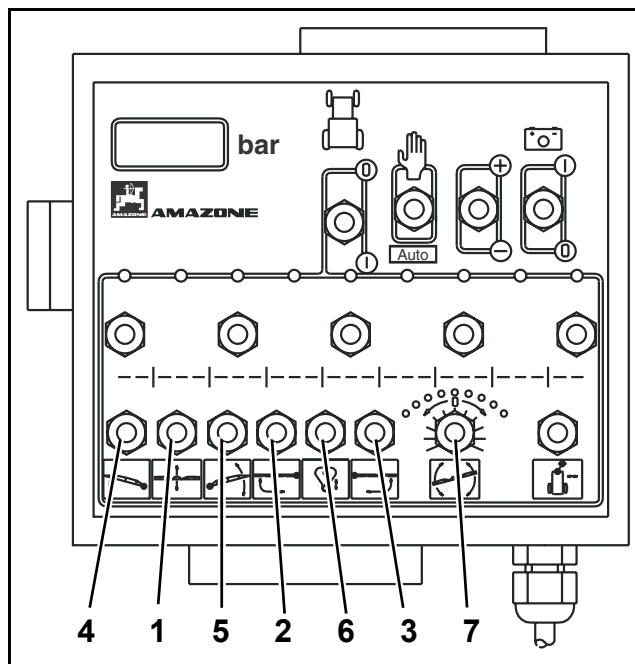

Fig. 8.71
- Déverrouillez et verrouillez l'amortissement tri-directionnel sur la position de transport en utilisant la touche (Fig. 8.71/6).